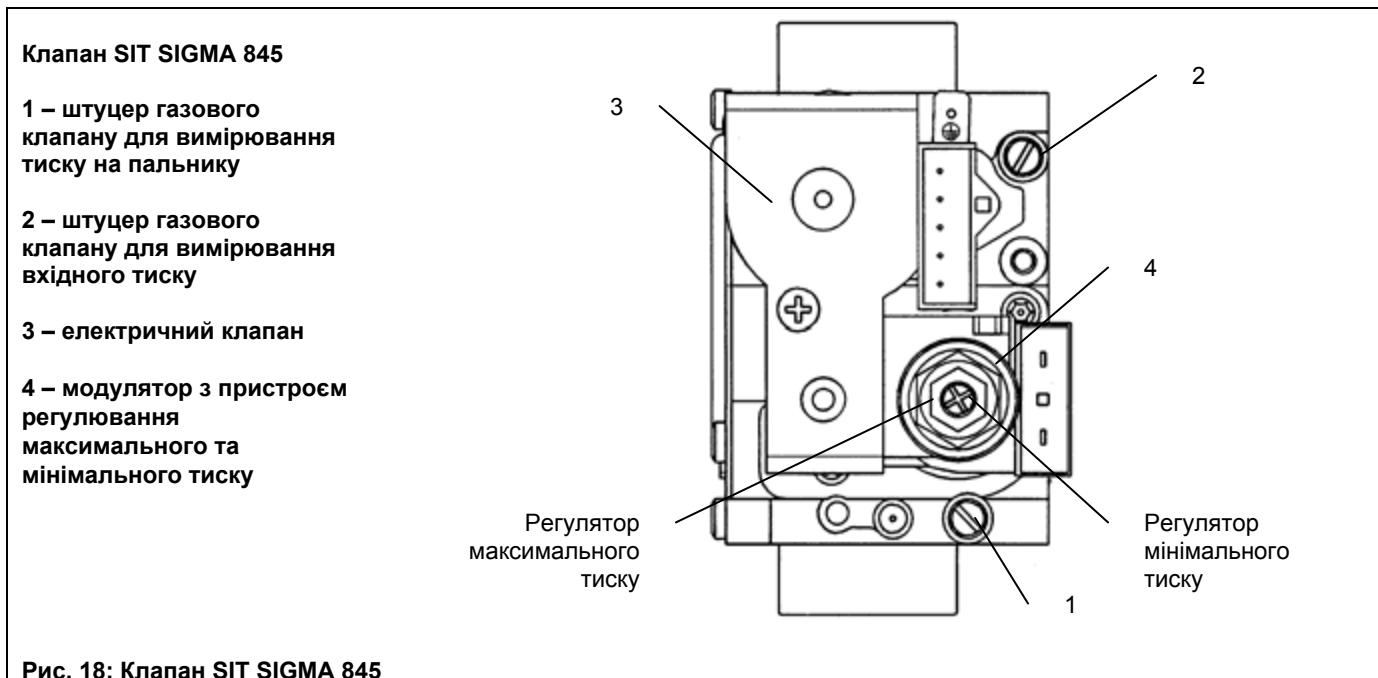

Рис. 18: Клапан SIT SIGMA 845
- Відкрутити гвинт на штуцері 2 (Рис. 18) та приєднати до штуцера 2 манометр.
- Перевірити динамічний вхідний тиск газу (штуцер 2, Рис. 18). Номінальні тиски: 20 мбар для природного газу, 30 мбар для бутану, 37 мбар для пропану.
- Відкрутити гвинт на штуцері 1 (Рис. 18) та приєднати до штуцера 1 манометр.
- Перевірити тиск газу на пальнику згідно таблиці 3 для відповідної моделі котла та відповідного типу газу. За необхідності, зняти кришку модулятора та повертати латунне кільце (позиція 4, Рис. 18) до досягнення тиску, який зазначений у таблиці 3 для відповідної моделі котла та відповідного типу газу.
- Відкрутити гвинт на штуцері 1 (Рис. 18) та підключити до штуцера 1 манометр.